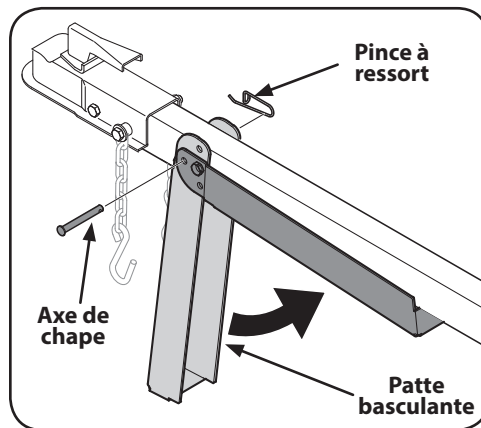

Figure 4-6
3. Tenez l'attache et faites pivoter la patte basculante vers le timon. Voir Figure 4-6.
4. Fixez la patte basculante avec l'agrafe à ressort et l'axe de chape retirés à l'étape 2. Voir Figure 4-6.